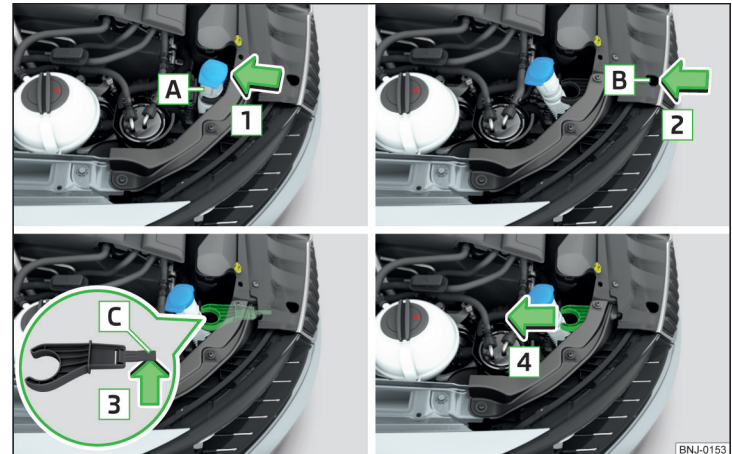

Abb. 196 Halterung des Waschwasserbehälterstutzens ausbauen
- › Den Behälterstutzen **A** aus der Halterung in Pfeilrichtung **1** ausclipsen » Abb. 196.
- › Die Halterung des Behälterstutzens entgegen der Pfeilrichtung **4** einschieben » Abb. 196.